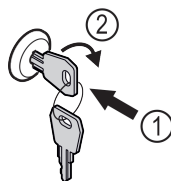

Fig. 165
- Insérer la clé. Fig. 165 (1)
- Tourner la clé à 90° dans le sens horaire. Fig. 165 (2)